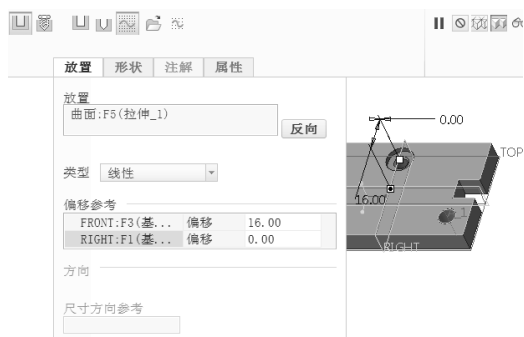

图 6-17 定义偏移参考
7) 打开“孔”选项卡的“放置”面板，在“偏移参考”收集器的框中单击，将其激活，接着结合〈Ctrl〉键分别选择 FRONT 基准平面和 RIGHT 基准平面作为偏移参考，然后在“偏移参考”收集器的框中修改相应的尺寸值，如图 6-17 所示。